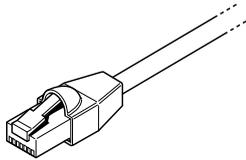

Figura 2-1 Cabo Xanbus
- Cabos Xanbus—cada dispositivo Xanbus habilitado é conectado por um cabo Ethernet com ligação direta padrão—CAT 5e. Consulte Figura 2-1. Um cabo de rede de 2,1 metros é incluído com o SCP. Se requeridos mais cabos ou um comprimento diferente, estes cabos padrão podem ser comprados da Schneider Electric ou de qualquer loja de fornecimento de eletrônicos.